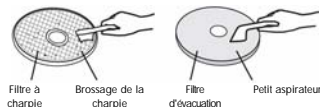

Figure 2
2. Enlèvement de la charpie sur les filtres. Séparez le châssis d'évent d'évacuation, le filtre à charpie et le filtre d'évacuation. Enlevez la charpie du filtre à charpie et du filtre d'évacuation à l'aide d'une brosse douce ou d'un petit aspirateur tel que montré à la figure 2 ou lavez-les avec de l'eau s'ils sont encore sales. Séchez complètement avant l'utilisation et prenez garde d'endommager les filtres.